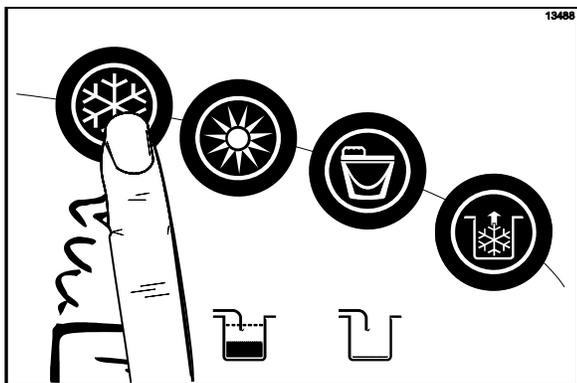

Figura 41
4. Cuando esté listo para reanudar la operación normal, oprima el símbolo AUTOMÁTICO ❄️. (Vea la figura 41). El controlador tiene una función en el menú del gerente para activar o desactivar la función de inicio automático. Cuando la función de inicio automático está activada, la máquina saldrá automáticamente de la modalidad de espera e iniciará ambos lados en la modalidad automática a la hora designada, cada día. (Vea la página 83).